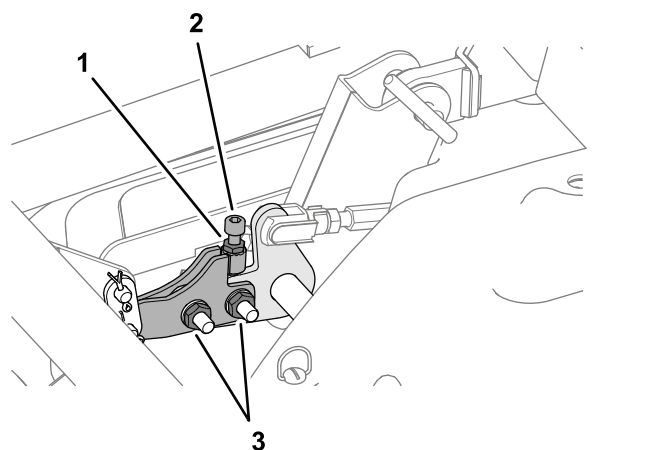

Figura 123
- A. Allentate le 2 viti che fissano l'articolazione di livellamento (Figura 123).
- B. Allentate il controdado che assicura il bullone a esagono incassato (Figura 123).
10. Serrate i 2 dadi dell'articolazione di livellamento e il controdado del bullone esagonale incassato (Figura 123).
7. Serrate i controdadi dei regolatori dell'inclinazione del piatto (Figura 123).